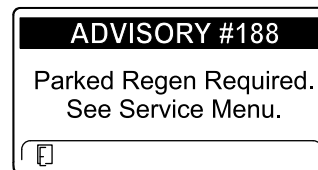

Figure 72
- ADVISORY #188 (avis n° 188), demande de régénération en stationnement (Figure 72)